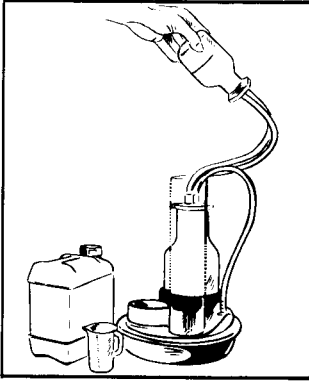

Abb. 2
2. In den Reaktionsmittelbehälter (D) bis zur Markierung (H) das Reaktionsmittel einfüllen. Anschließend den Behälter (D) mit Stopfen (E) dicht verschließen, anheben und so über das Reaktionsgefäß (C) halten, daß das gesamte Reaktionsmittel in das Reaktionsgefäß überfließt (Abb. 2). Den Reaktionsbehälter wieder in der Haltevorrichtung abstellen. Nach etwa 5 Minuten das Reaktionsgefäß leicht anheben und kurze Zeit vorsichtig schwenken.